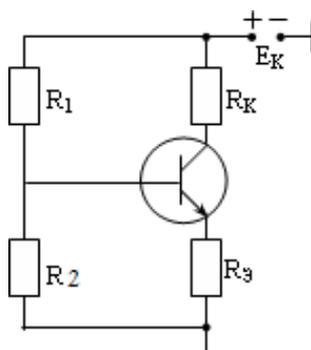
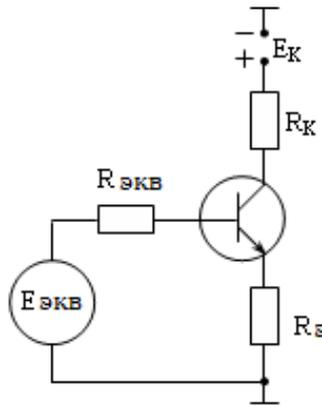

Рис. 1
Рис. 2
1. В соответствии с табл. 2.1 произвести расчет соответствующих параметров усилителя (рис. 1).
Преобразуем схему, представленную на рис. 1, в вид (рис. 2):